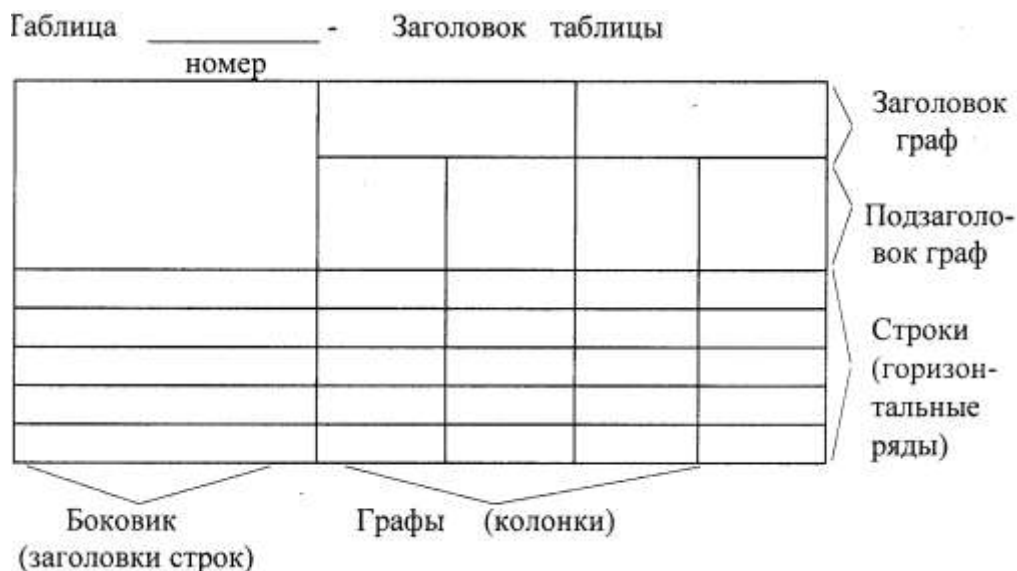

Рисунок 1 – Пример оформления таблицы
–Все иллюстрации именуются в тексте рисунками и нумеруются в пределах каждого раздела. Номер иллюстрации составляется из номера раздела и порядкового номера иллюстрации в пределах данного раздела, разделенных точкой, например: «рисунок 5.1» (первый рисунок пятого раздела). Допускается сквозная нумерация рисунков арабскими цифрами по всему текстовому документу. Если рисунок один, то он обозначается «Рисунок 1».